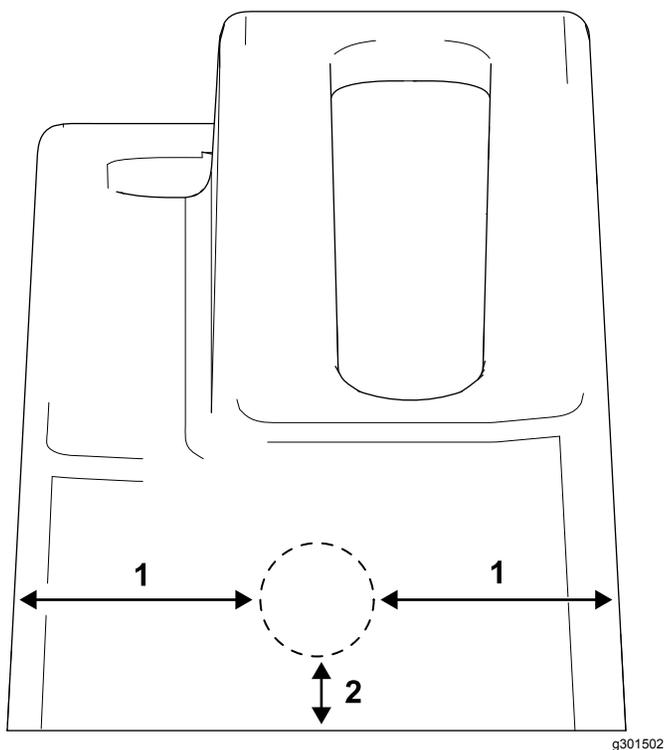

Figura 2
3. Praticate un foro di 3 cm nella parte anteriore della protezione come mostrato nella Figura 2.